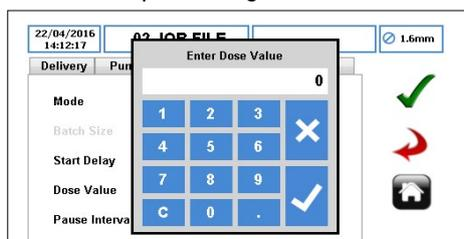

Figure 75 Sélectionner la valeur de dose
- Sélectionnez la valeur de dose. Un clavier apparaîtra alors, comme indiqué à la *Figure 75*.